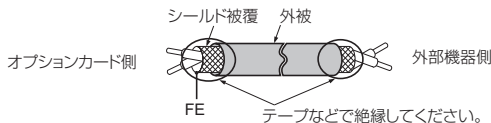

図 16 シールド線の末端処理
5. 図 16 を参考に電線の末端を処理してください。配線時の締め付けトルクについては、「電線サイズと締め付けトルク」(36 ページ) を参照してください。すべての電線が確実に固定されているか、電線の被覆が端子台の挿入部に噛み込んでいないかを確認してください。また、はみ出した心線はすべて切断してください。